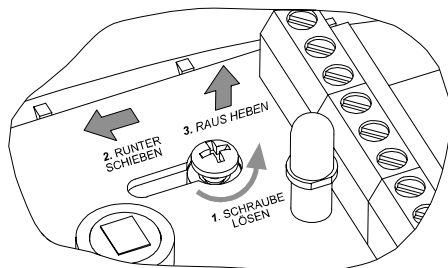

Abb. 4. Entfernen der Schaltplatine
B. Schraube für senkrecht Verstellen herausdrehen, Schaltplatine nach unten schieben und durch den "Schlüsselloch"-Schlitz herausziehen (siehe Abb. 4).
B. Schaltplatine entfernen (siehe Abb. 4) und kurzzeitig zur Seite legen.